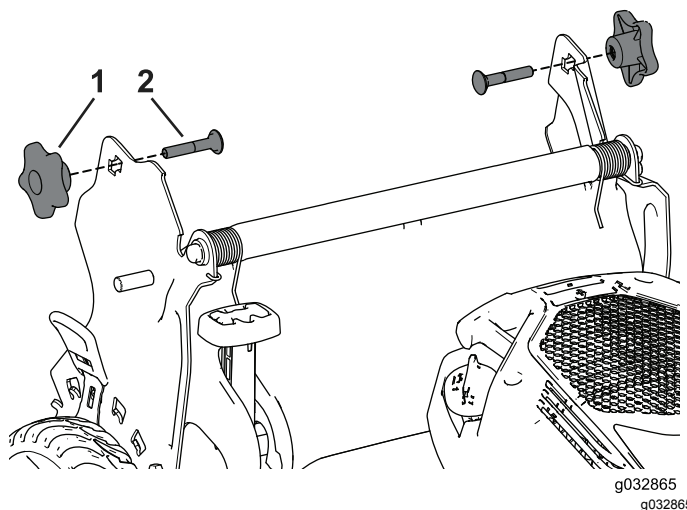

Figura 24
3. Inserte el perno de cuello cuadrado (con la cabeza del perno hacia el interior) a través del soporte del manillar y del orificio superior del extremo del manillar. Asegúrese de que los bordes cuadrados de cada perno de cuello cuadrado entren en el orificio cuadrado superior o inferior de su soporte del manillar relacionado (Figura 24).